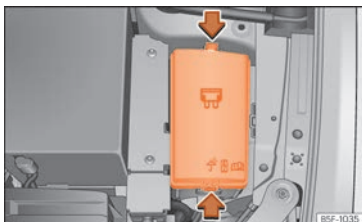

Fig. 52 En el vano motor: tapa de la caja de fusibles.
- Presione las pestañas de bloqueo para desbloquear la tapa de la caja de fusibles »» **fig. 52**.